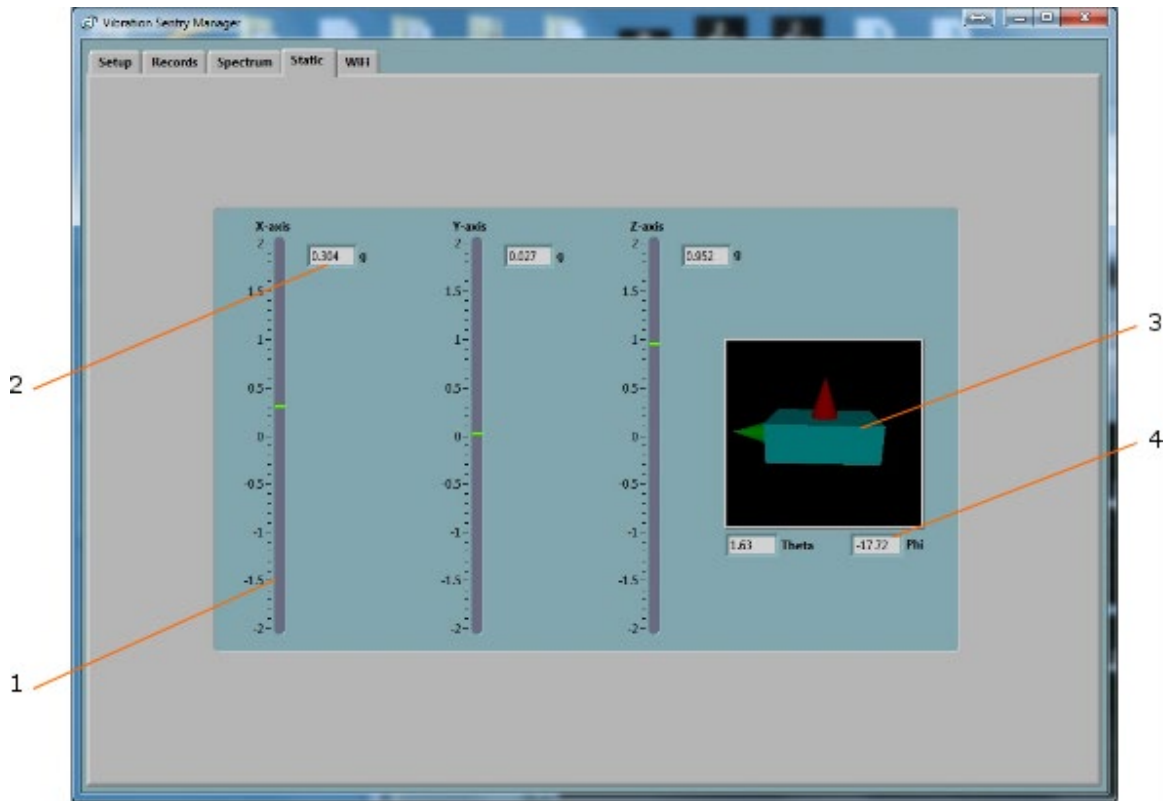

Figure 13 Onglet Statique
- **L'onglet Static :** Permet d'afficher l'accélération statique, l'inclinaison et de vérifier l'étalonnage par rapport à l'accélération de la gravité (voir Figure 13).